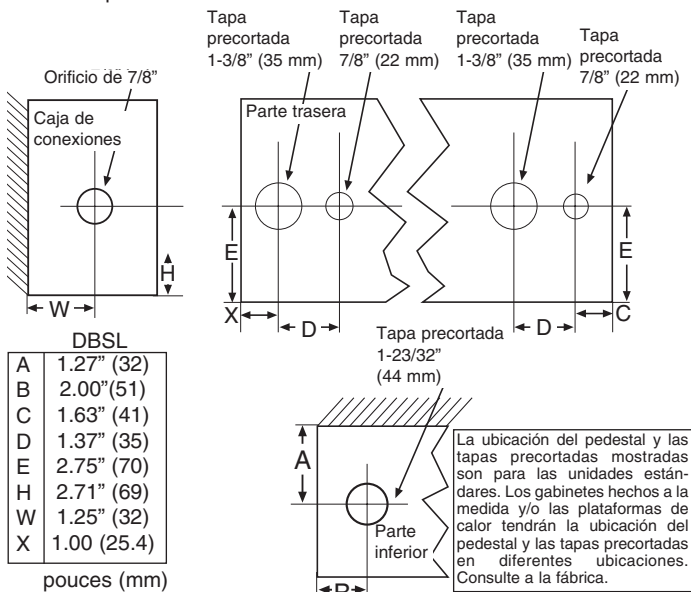

Fig. 3
1. Tienda un circuito de derivación de voltaje y tamaño de alambre apropiados hasta el sitio de la caja de conexiones izquierda o derecha según se indica en el diagrama de cableado del calefactor. Los calefactores básicos están precableados y pueden conectarse al circuito de derivación en cualquier extremo. Los calefactores con controles están precableados para conexión con el circuito de derivación en un (1) extremo únicamente (consulte el diagrama de cableado del calefactor). Sin embargo, el calefactor puede cablearse desde el extremo opuesto tendiendo los alambres a través del conducto superficial interno del calefactor. Vea la Fig. 3 para conocer las ubicaciones de las tapas precortadas removibles.
3. Remueva las tapas precortadas removibles apropiadas de cualquier caja de conexiones. Vea la Fig. 3 para conocer la ubicación de las tapas precortadas removibles. Si el calefactor se montará en pedestal, consulte las instrucciones de instalación del pedestal.
2. Consulte el diagrama de cableado para ver la entrada del alambre(s) de alimentación de energía y remueva la tapa precortada removible apropiada (Fig. 3) del calefactor en que deben realizarse las conexiones de alimentación de energía. El alambre(s) de alimentación de energía puede introducirse en el extremo de un (1) calefactor y los calefactores restantes pueden conectarse en paralelo utilizando el conducto superficial interno de alambres. Utilice la Tabla B para dimensionar los alambres instalables en campo en el conducto superficial interno o utilice la Tabla A para determinar la longitud máxima o el tramo de calefactor accesible utilizando el alambre instalado en fábrica en el conducto superficial interno del calefactor.